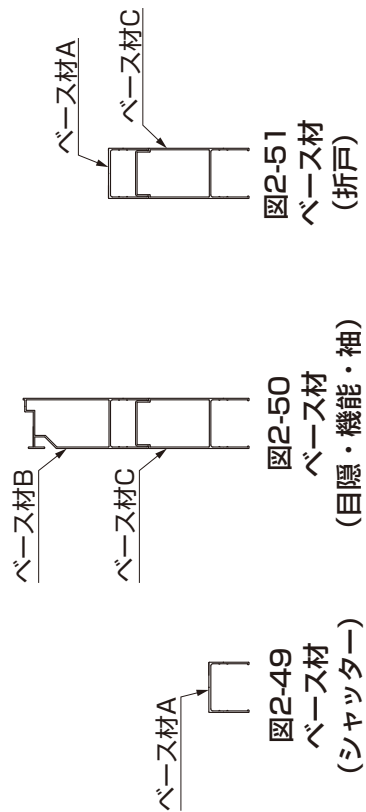

図2-49
(2) ベース材の配置
①ベース材の配置を確認してください。
- ベース材には種類があります。(図2-49、図2-50、図2-51参照)